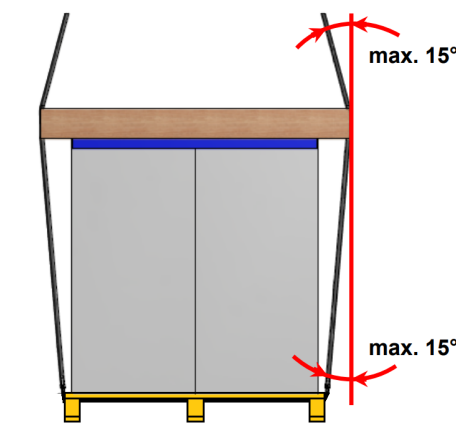

Рис.2. Переміщення вантажу за допомогою текстильних строп.
Під час розвантаження повинні бути прийняті підвищені заходи обережності, щоб уникнути раптових або різких маневрів. Не використовувати компоненти установки як опорні точки. Установка повинна бути піднята за допомогою вантажопідйомного пристрою з використанням мотузок, канатів, тросів або ременів, які повинні бути досить довгі, і розпірних брусів, щоб не пошкодити установку. Розпірні бруси повинні мати довжину, більшу ніж ширина агрегату. Прямий контакт такелажних ланцюгів або строп з обладнанням **ЗАБОРОНЕНИЙ** (рис.2).
- Кріплення строп крана повинно бути тільки до палети (рис.2).
- Не дозволяється перевищувати кут вантажопідйомного обладнання до вертикалі більше 15° (рис.2)